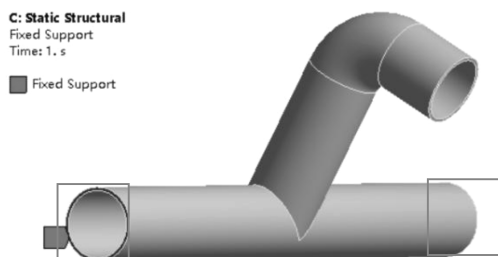

图 11-134 施加固定约束
(1) 在导航树上单击【Structural (B5)】。
(2) 设置流体载荷: 右键单击【Imported Load (A5)】→【Body Temperature】, 【Imported Body Temperature】→【Details of “Imported Body Temperature”】→【Geometry】选择水龙头模型, 然后单击【Apply】确定。【Transfer Definition】→【CFD Domain】= fluid。
(3) 右键单击【Imported Body Temperature】→【Import Load】。
(4) 施加约束, 在标准工具栏中单击, 然后分别选择冷水进口端面 and 热水进口端面, 然后在环境工具栏中单击【Supports】→【Fixed Support】, 如图 11-134 所示。